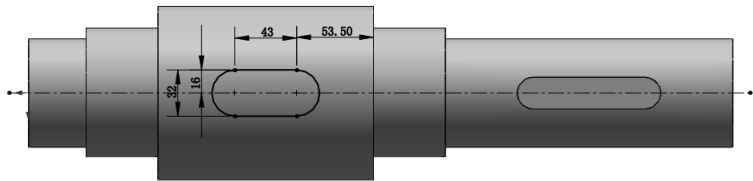

图 9-16 在基准面 2 上绘制草图
- [2] 在基准面 2 上绘制草图，如图 9-16 所示。